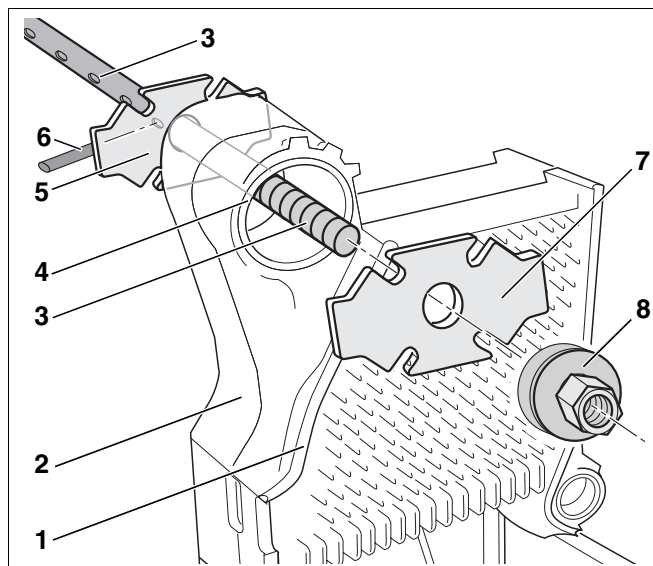
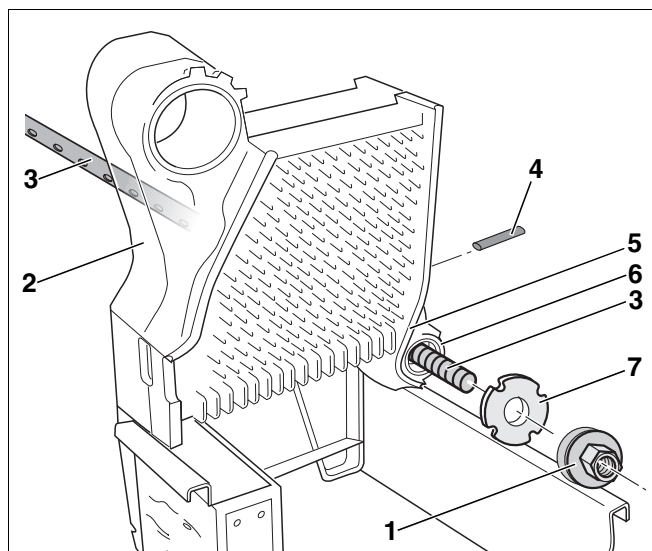
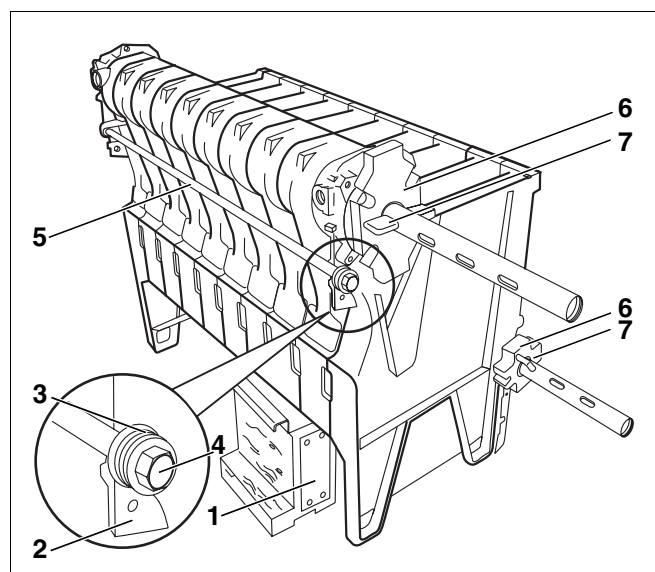

Рис. 16 Верхняя ступица котла
Рис. 17 Нижняя ступица котла
Рис. 19 Установка анкерных штанг – расположение тарельчатых пружин
- Продеть стягивающие штанги (рис. 16 и рис. 17, **поз. 3**) через верхнюю и нижнюю ступицы (рис. 16, **поз. 4** и рис. 17, **поз. 6**) котлового блока.
Попадание дополнительного фланца (рис. 16, **поз. 7**) во время стягивания на паз для уплотнения средней секции (рис. 16, **поз. 1**) может привести к образованию неплотностей в соединении.
- Следите за тем, чтобы дополнительный фланец (рис. 16, **поз. 7**) ровно прилегал к ступице котла.
- Надеть дополнительный фланец (рис. 16, **поз. 7**) на штангу (рис. 16, **поз. 3**) верхней ступицы котла (рис. 16, **поз. 4**).
- Надеть контрфланец (рис. 16, **поз. 5**) на штангу (рис. 16, **поз. 3**) верхней ступицы (рис. 16, **поз. 4**) и застопорить прилегающим клином (рис. 16, **поз. 6**) (см. рис. 19, стр. 21).
- Накрутить стяжную гайку (рис. 16, **поз. 8**) на резьбу штанги (рис. 16, **поз. 3**).
- Надеть дополнительный фланец (рис. 17, **поз. 7**) на штангу (рис. 17, **поз. 3**) нижней ступицы котла (рис. 17, **поз. 6**).
- Надеть контрфланец на нижнюю ступицу котла (рис. 17, **поз. 6**) и застопорить клином (рис. 17, **поз. 4**) (см. рис. 19, стр. 21).
- Накрутить стяжную гайку (рис. 17, **поз. 1**) на резьбу штанги (рис. 17, **поз. 3**).
- Равномерно распределить тарельчатые пружины (рис. 19, **поз. 3**).
- Вставить анкерную штангу (рис. 19, **поз. 5**) с тарельчатыми пружинами (рис. 19, **поз. 3**) в литые выступы (рис. 19, **поз. 2**).
- Закрутить от руки гайку (рис. 19, **поз. 4**) на резьбу анкерной штанги (рис. 19, **поз. 5**) так, чтобы поверхности тарельчатых пружин прилегали к литым выступам.
- Затем затянуть гайки (рис. 19, **поз. 4**) справа и слева на анкерной штанге (рис. 19, **поз. 5**) на 1 - 1 1/2 оборота (M10: 15 Нм; M16: 25 Нм).
- Убрать монтажное приспособление (рис. 19, **поз. 1**, стр. 21).